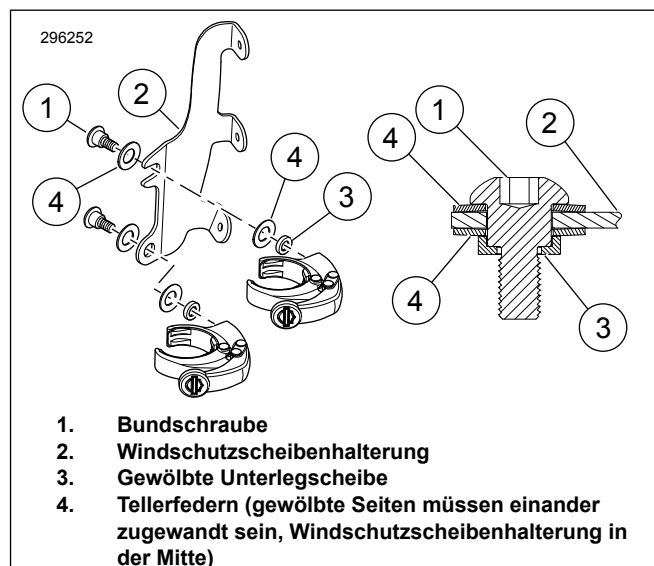

Abbildung 1. Windschutzscheiben-Befestigungsschelle
2. Siehe Abbildung 1 >. Die Klemmenbaugruppen lose an den Windschutzscheibenhalterungen (2) anbringen. Mit der Bundschraube (1), den Tellerfedern (4) und der gewölbten Unterlegscheibe (3) wie abgebildet befestigen.